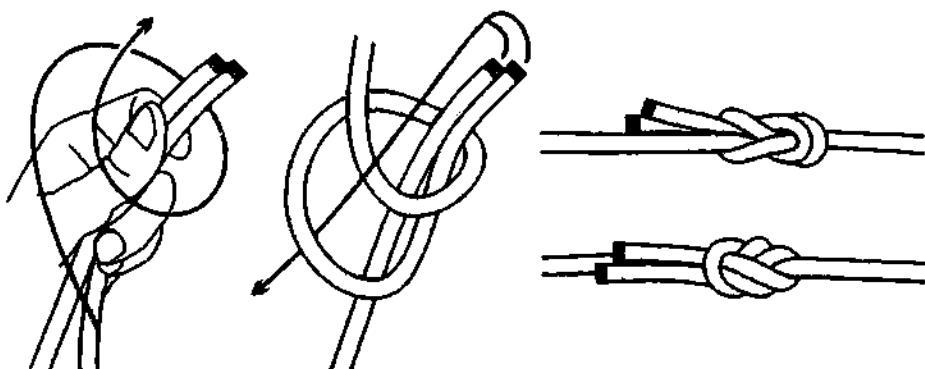

Рис. 912. 4-й способ вязки **двойного ткацкого узла**.
**4-й способ вязки двойного ткацкого узла.** Любым из коренных концов, если верёвки одинаковой толщины, делаются два оборота вокруг кисти. Затем концы обеих верёвок продеваются в крайнюю петлю (рис. 912). Если верёвки разных диаметров, то шлаги вокруг кисти кладутся более тонким концом. Узел этим способом вяжется за три секунды.